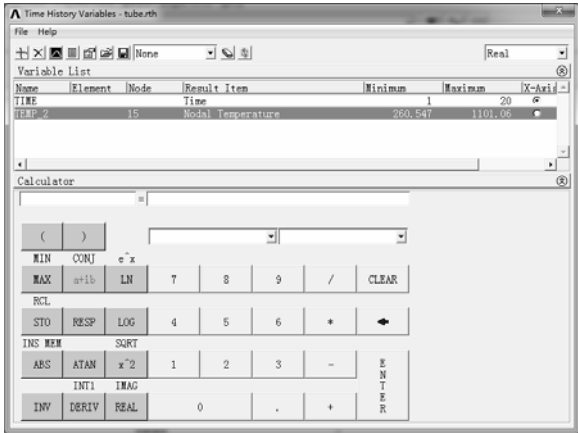

图 8-162 显示出定义的变量“TIME”和“TEMP_2”
3) 单击“OK”按钮，弹出节点拾取对话框，选中左面高温区边界上的任意节点，单击“OK”按钮，返回到“Time History Variables”对话框，显示出定义的变量“TIME”和“TEMP_2”，如图 8-162 所示。